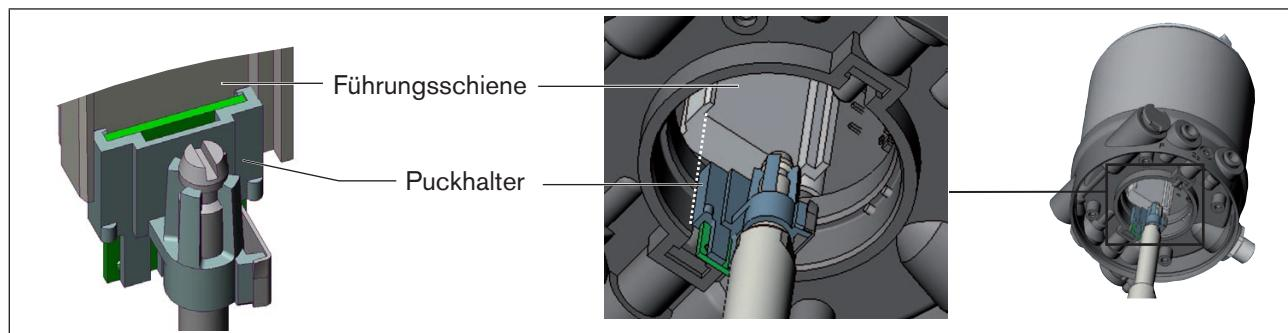

Bild 17: Ausrichten des Puckhalters
1. der Puckhalter in die Führungsschiene des Positioners (siehe „Bild 17“) und